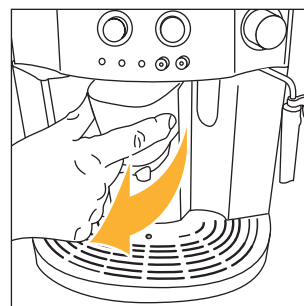
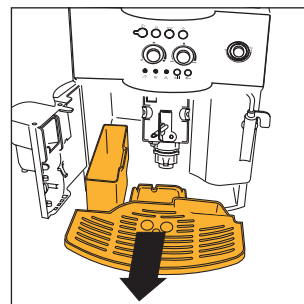

Fig. 15
Fig. 16
BEMÆRK 7: maskinen tæller det antal kopper kaffe, der bliver brygget. Kontrollampen ☹ tændes efter hver 14. enkelt kop kaffe (eller 7. dobbelt kop kaffe), for at vise at kaffegrumsbeholderen er fuld og skal tømmes og renses. Så længe rensning af kaffegrumsbeholderen ikke foretages, bliver kontrollampen ved med at være tændt, og maskinen kan ikke brygge kaffe. For at kunne foretage rengøringen skal lågen på bagsiden åbnes ved at trække i vandudløbsrøret (fig. 15); kontrollampen ☹ tændes og blinker (jvf. par. 12 punkt 9); træk dråbeopsamlingsbakken ud (fig. 16) tøm den og rens den. Udtøm og rens kaffegrumsbeholderen omhyggeligt idet du sørger for at fjerne alle eventuelle aflejringer på bunden. Tør også eventuelle kondensdryp op, der har lagret sig inden i maskinen, under dråbeopsamlingsbakken. **VIGTIGT:** når man trækker dråbeopsamlingsbakken ud **SKAL** man altid tømme kaffegrumsbeholderen, selv om den ikke er fyldt helt op. Hvis denne operation ikke foretages, kan det ske at kaffegrumsbeholderen under de følgende brygninger fyldes for meget op og maskinen derfor tilstoppes af grums.
- luk servicelågen op (fig. 15);
- træk dråbeopsamlingsbakken og kaffegrumsbeholderen ud (fig. 16) og vask dem;